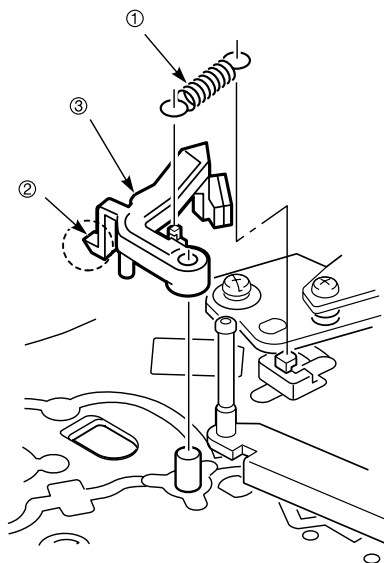

Fig. 8.40
- Feder der Capstanbremse ① (30900) ausbauen (Fig. 8.40).
- Rasthaken ② zurückdrücken und Capstanbremse ③ (30800) herausnehmen.
- Beim Einbau darauf achten, dass der Rasthaken ② im Chassis leichtgängig eingehakt ist.